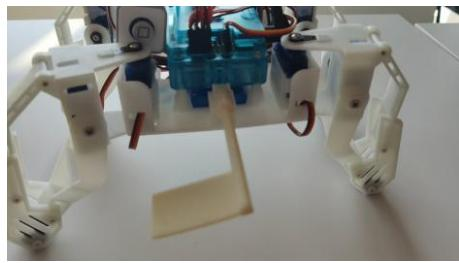

图 8 战旗击倒或倒下状态
得分说明：1. 能量块在己方区域着地的（包括己方地图外），每个扣 10 分；压在中线上的能量块双方不扣分；2. 能量块放置于己方②号能量塔（单个能量塔可以多放）上的，每个得 30 分；3. 己方机器人的战旗被对方击倒（图 8）或因碰撞等其他原因倒下（图 8），亦或离开机器人的，每次扣 20 分。